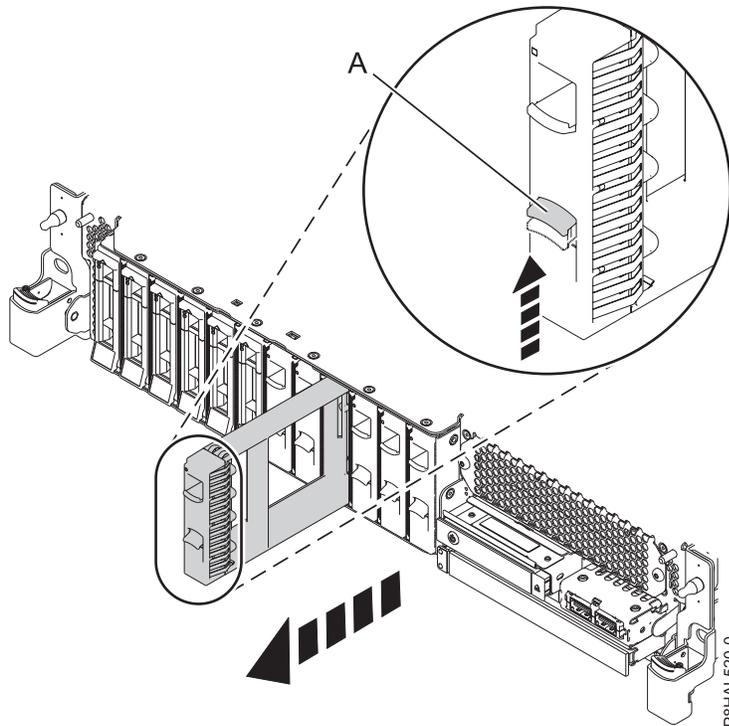

Abbildung 22. Plattenlaufwerk-Platzhalterelement ausbauen - System mit Basisfunktionen
- a. Schieben Sie die Sperre (**A**) am Griff des Platzhalterelements in die in Abb. 22 auf Seite 27 gezeigte Richtung.